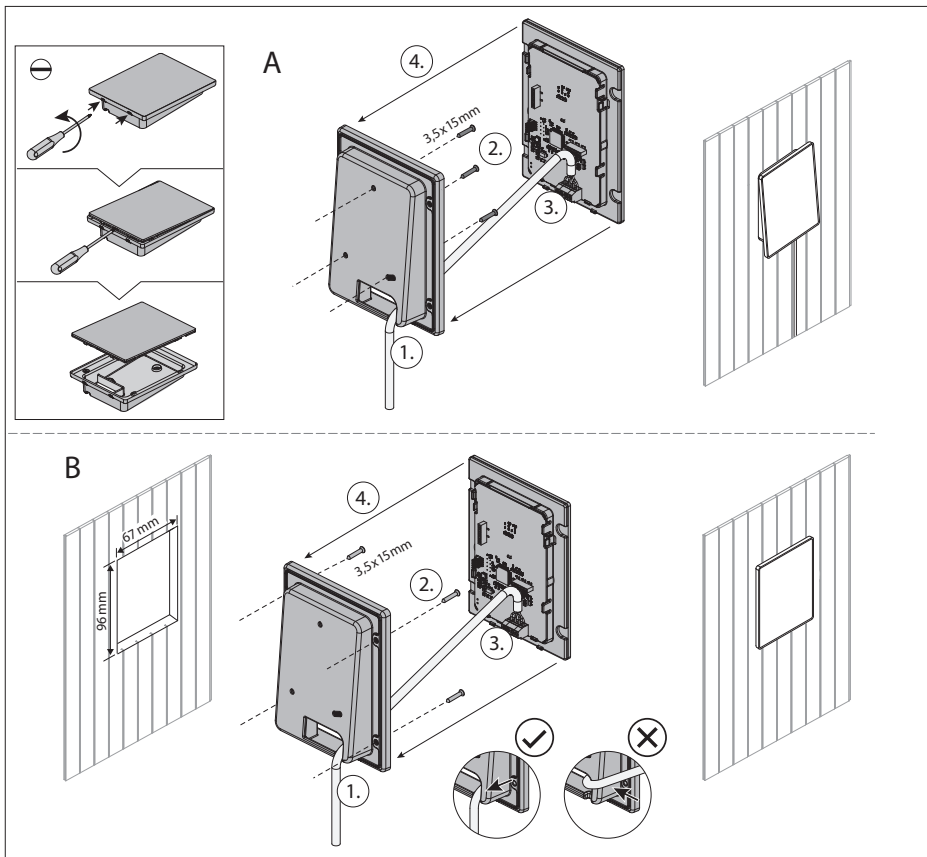

Fig.1 : Installation de la commande de lumière Xenio RGBW
La commande de lumière Xenio RGBW peut être montée en saillie (A) et être encastrée (B), voir la **figure 1**.